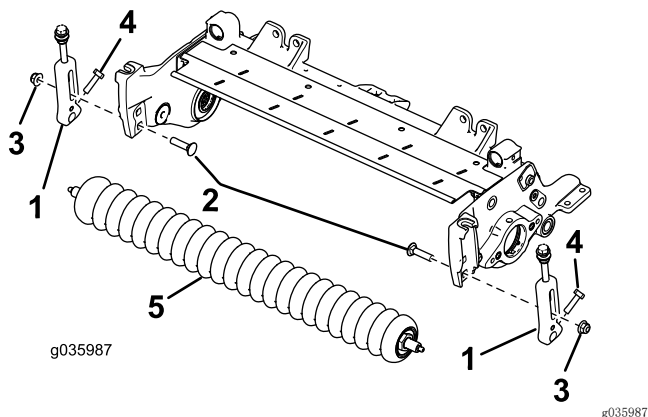

图2
2. 拆下把剪草高度（HOC）支架固定到滚刀组侧板上的托架螺栓和锁紧螺母（图2）。
3. 旋松将剪草高度支架固定至前滚筒轴上的螺丝（图2）。
4. 从滚刀组侧板上拆下现有剪草高度支架和前滚筒（图2）。